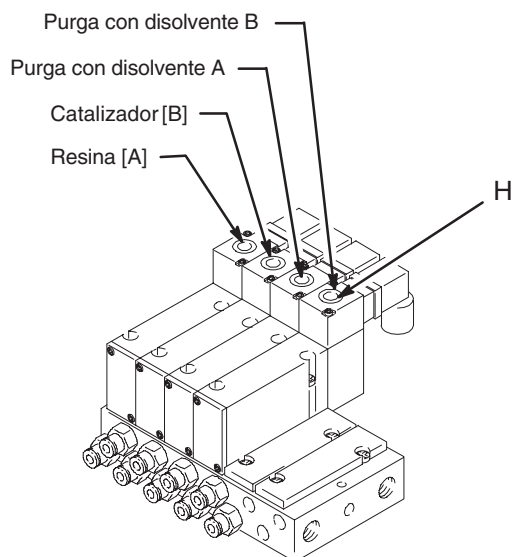

Fig. 4.7
6. Apriete el botón de anulación manual (H) de la válvula solenoide del disolvente, que se encuentra dentro del recinto solenoide PrecisionMix II. Consulte la Fig. 4.7.
3. Dispare la pistola de pulverización, y apriete, durante cinco segundos, el botón de anulación manual del aire en las válvulas solenoide del colector. Vea la Fig. 4.7, en la página 9.